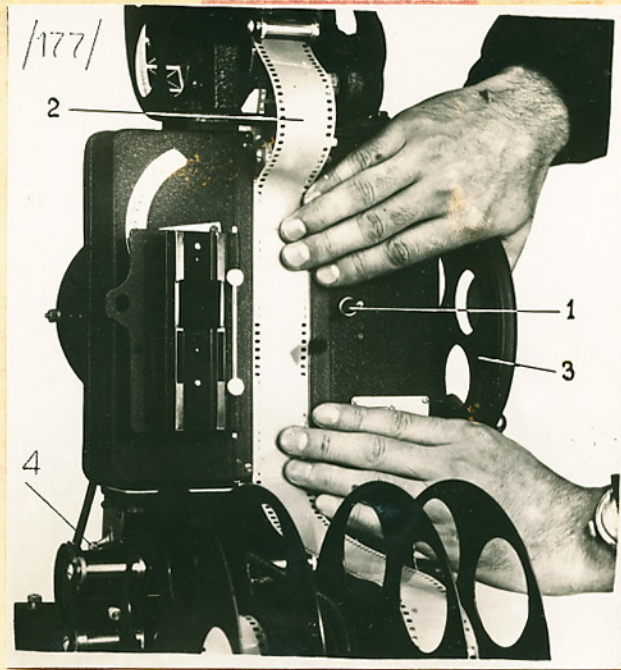

Рис. 12.
6. Проверить правильность зарядки, проворачивая механизм от руки, пользуясь маховичком /3/ /рис. 12/.